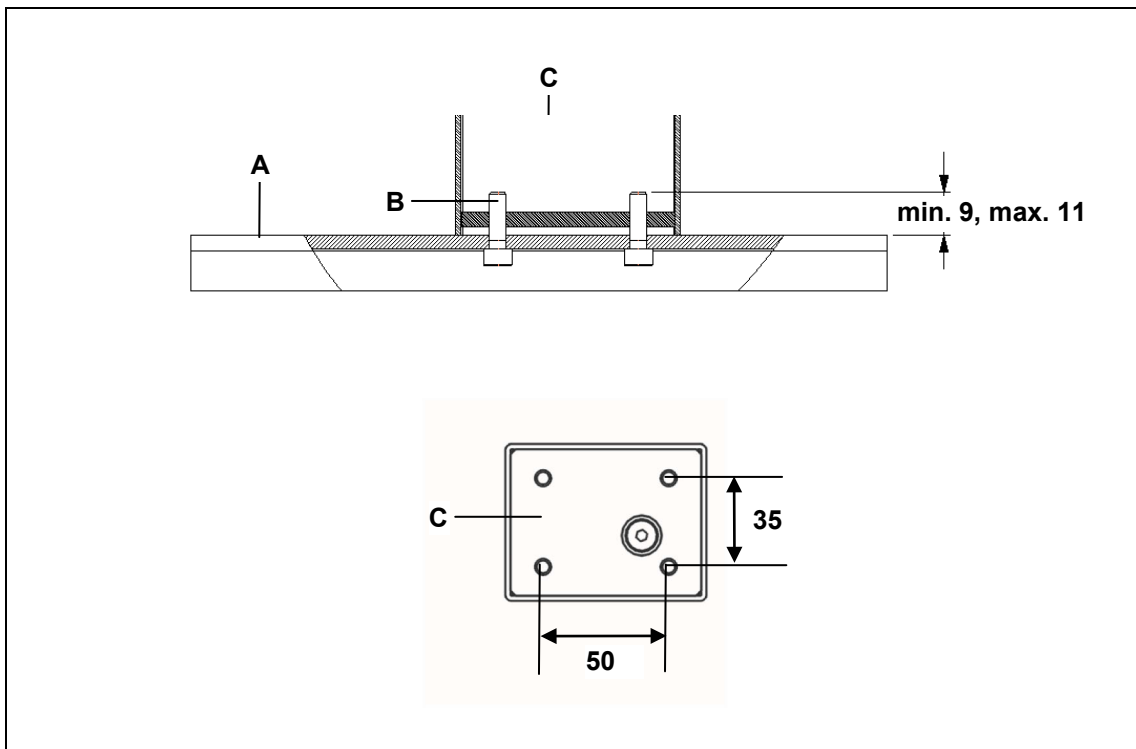
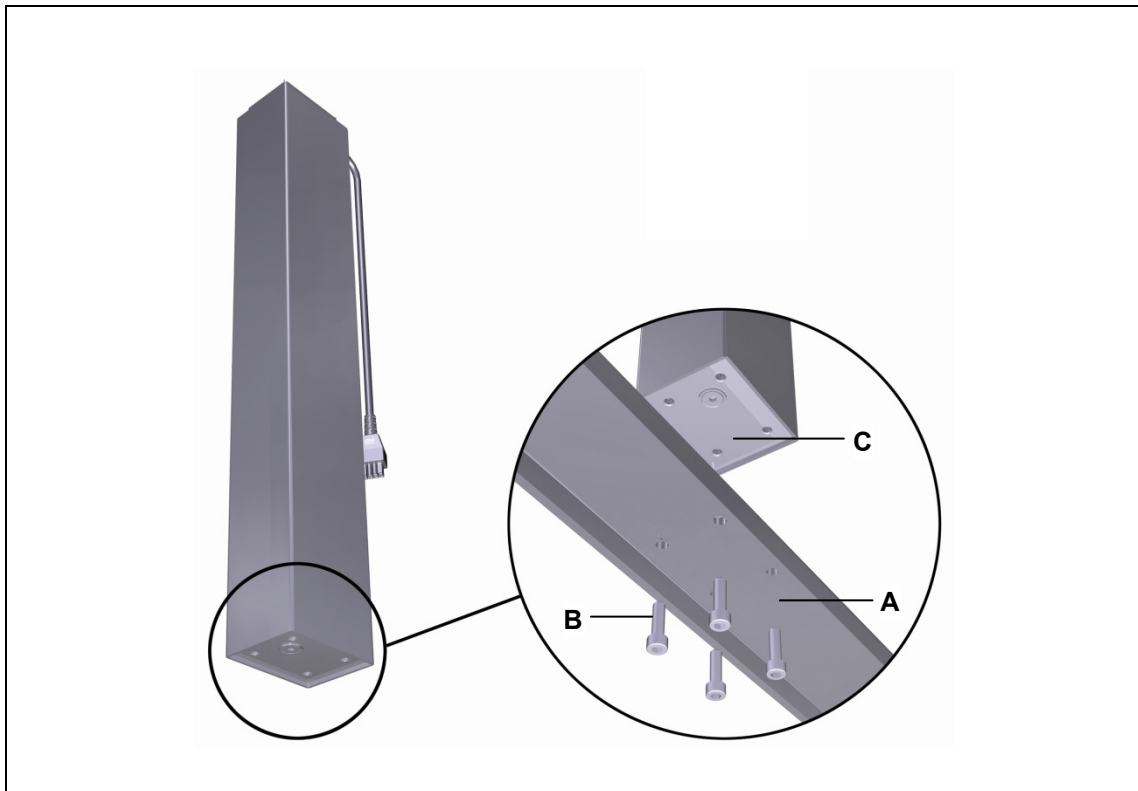

Abbildung 6 Montage Tischfuß: (Angaben in mm)
Abbildung 7 Montage Tischfuß
- Verwenden Sie Schrauben M6 (Festigkeitsklasse 8.8) geeigneter Länge, so dass die Einschraubtiefe mindestens 9 mm und maximal 11 mm beträgt, wie in Abbildung 6 gezeigt (Schraubenlänge = Stärke der Fußplatte + min. 9 bis max. 11 mm). Das Anzugsdrehmoment darf maximal 10 Nm betragen.
- 1 Schrauben Sie den Tischfuß mit vier Schrauben an das Fußende der Hubsäule ID21, wie in Abbildung 7 gezeigt (maximales Anzugsdrehmoment 10 Nm). Die Montagemaße entnehmen Sie Abbildung 6.